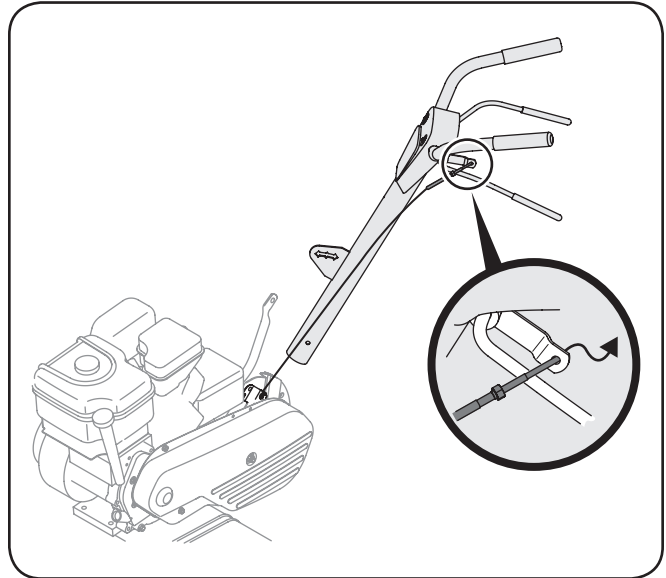

Figura 1-2
2. Enganche el extremo "Z" del cable del embrague de marcha adelante en la palanca de enganche de los dientes. Vea la Figura 1-2.